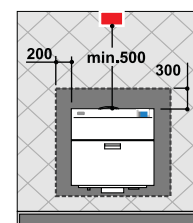

Fig.8
- Se il pavimento è costituito da materiale **sensibile al calore**, interporre una lastra di materiale (es. acciaio-vetro) con spessore adeguato tra caldaia e pavimento (**fig.8**).
- Rispettare una distanza minima frontale superiore a 500 mm (**fig.8**).